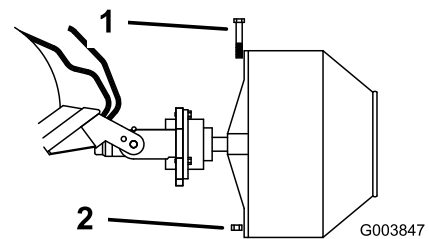

Figura 5
5. Fixez la bétonnière sur la tête d'entraînement avec le boulon et l'écrou fournis avec la tête d'entraînement de la tarière (Figura 5).
4. Retirez le boulon et l'écrou qui fixent la bétonnière à la tête d'entraînement (Figura 5).